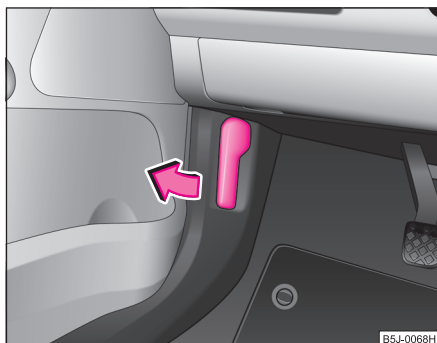

Fig. 153 Maneta de deblocare a capotei motorului
- Trageți maneta de deblocare de sub bord, pe partea conducătorului ⇒ fig. 153.
- Deblocați capota motorului ⇒ pagina 210, fig. 153.